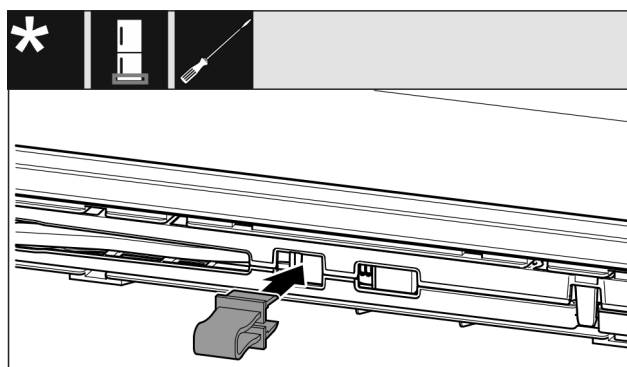

Fig. 14
- ▶ Zabezpieczenie zazębić w otworze Fig. 14 ().